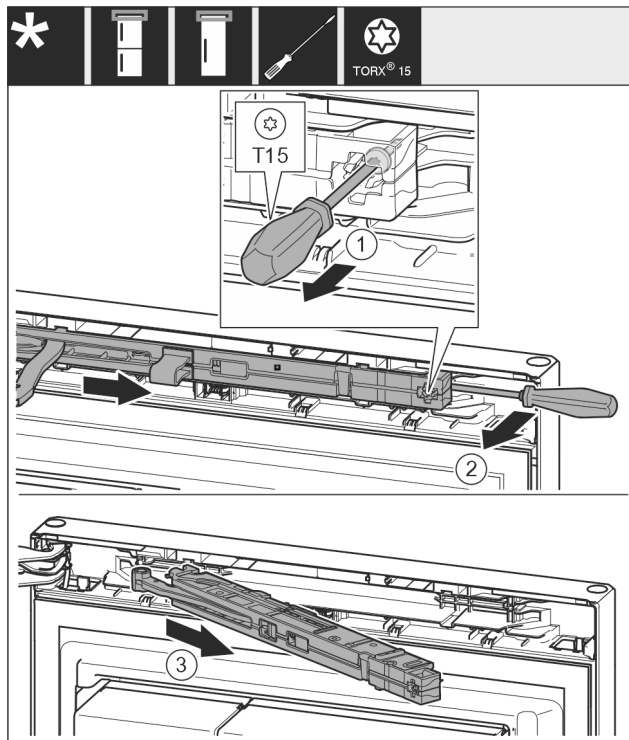

Fig. 11
- Przy pomocy śrubokręta T15 odkręcić śrubę na amortyzatorze zamykania drzwi ok. 14 mm. *Fig. 11 (1)*
- Od strony uchwytu, za amortyzator zamykania drzwi wsunąć śrubokręt i obrócić jednostkę do przodu. *Fig. 11 (2)*
- Wyjąć amortyzator zamykania drzwi. *Fig. 11 (3)*